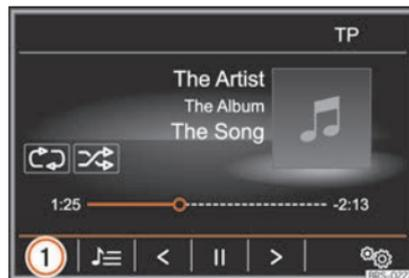

Fig. 211 Menu principal MÉDIA.
- **OU**: No menu principal **MÉDIA** pressione o botão de função **»» Fig. 211 ①** e selecione a fonte de Média pretendida.